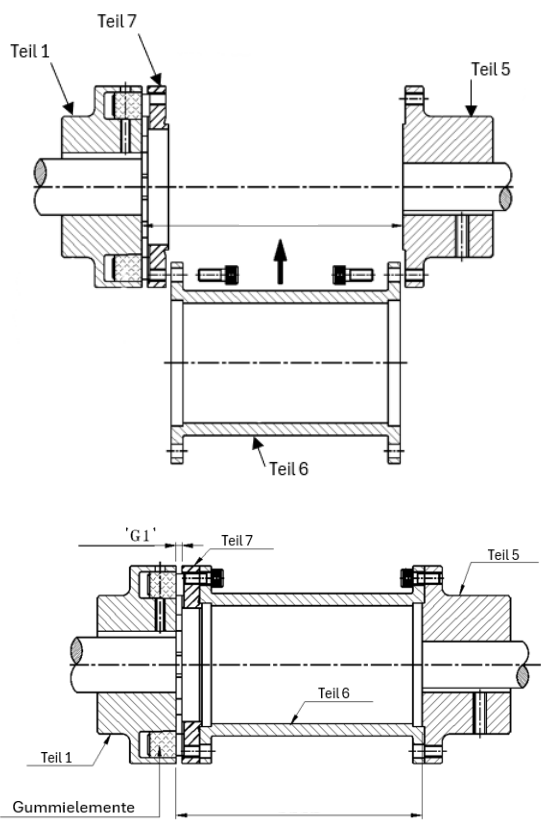

Abbildung 6: RLN H Montage
- Setzen Sie Teil 7 in Teil 1 ein, wie in Abbildung 6 dargestellt.